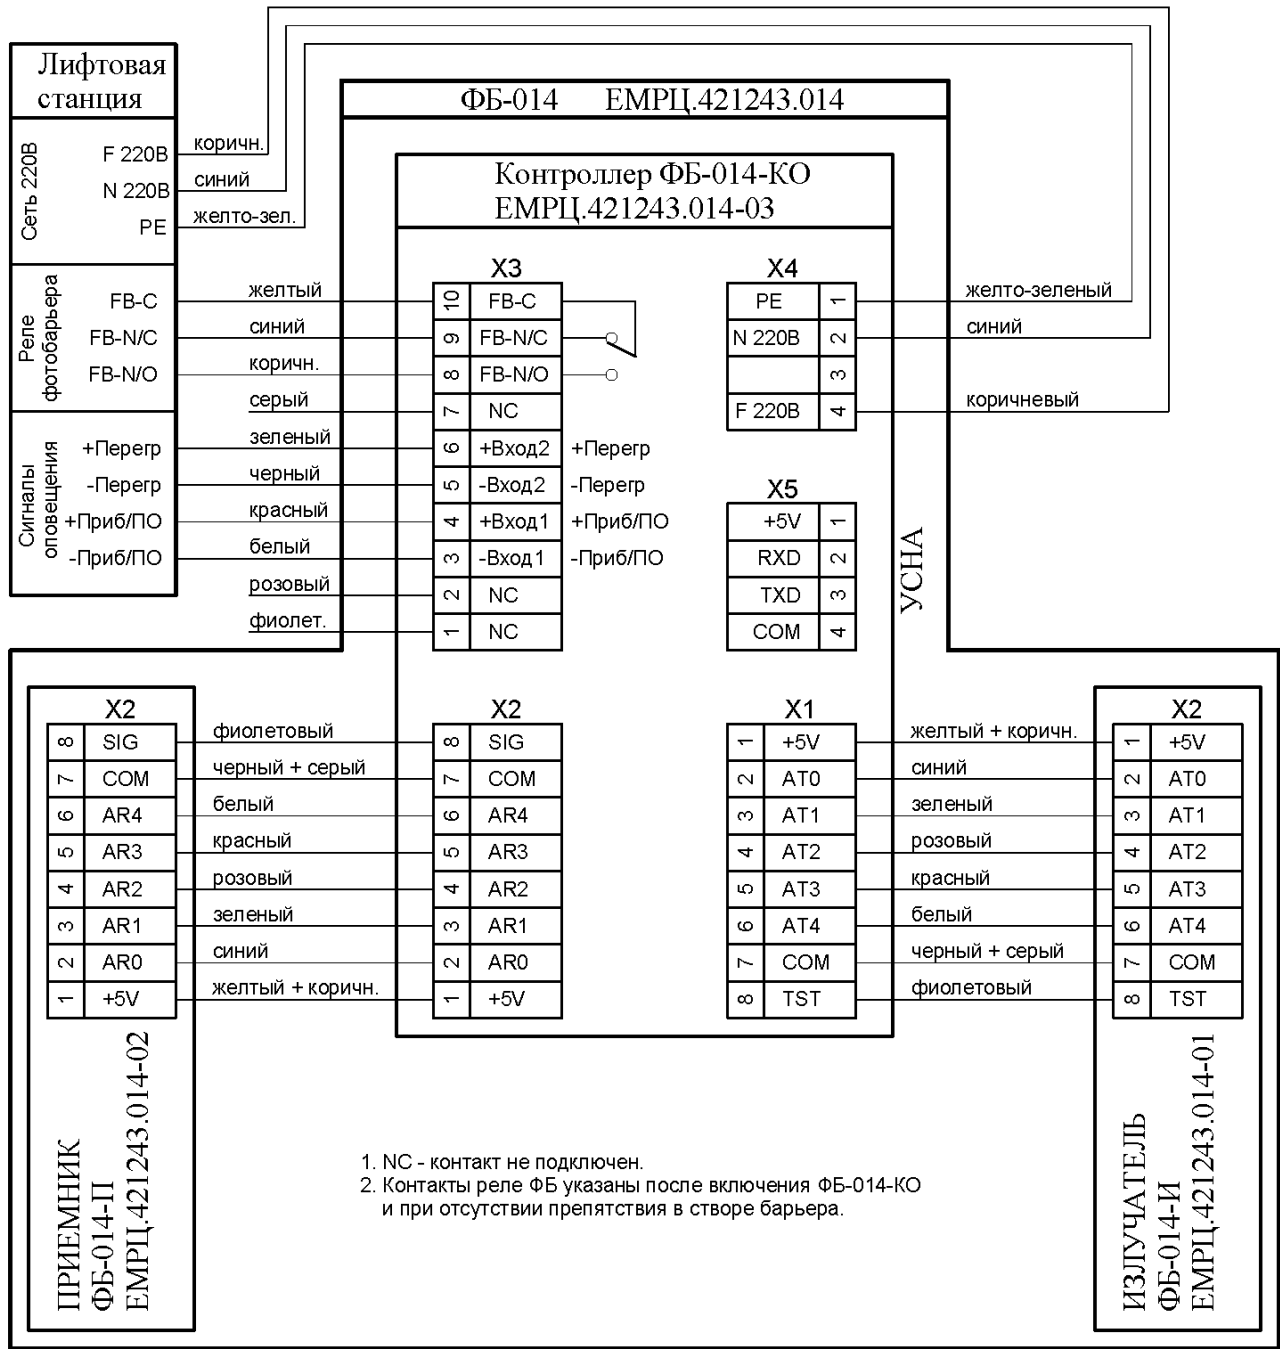

Рис.4. Общая схема подключения фотобарьера **ФБ-014.1** к любой лифтовой станции (на **рис.5**, **6** – подключение к конкретным лифтовым станциям).
Контроллер питается от однофазной сети $220\text{ В}^{+10\%}_{-15\%}$ с частотой 50 Гц $\pm 1\%$, *излучатель* и *приемник* фотобарьера питаются от *контроллера* и подключаются соответственно к разъемам **X1** и **X2** *контроллера* (рис.4,5,6).
3.4.1. На **рис.4,5,6** показана блок-схема подключения внешних контактов *Устройства*, а также показаны и подписаны отдельные контакты каждого из разъемов *Устройства*: